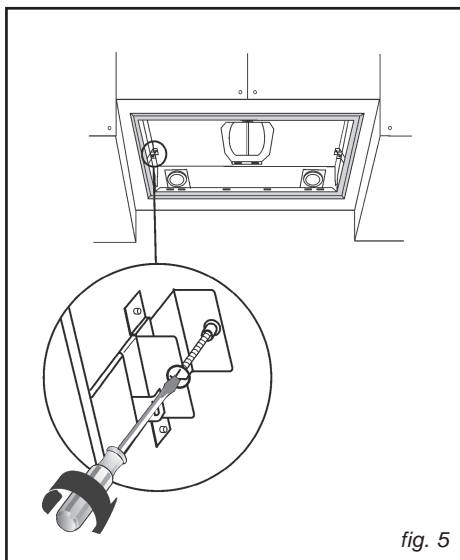

fig. 5
- Fastspænd de to skruer i apparatet (fig. 5), indtil apparatet slutter tæt mod bunden af køkkenelementet. Fastspænd ikke de to skruer for kraftigt. Herved sikres, at metalkonsollerne forbliver i den korrekte position.
Løsn de to skruer i apparatet (fig. 5); Flyt de to flige indad i apparatet.